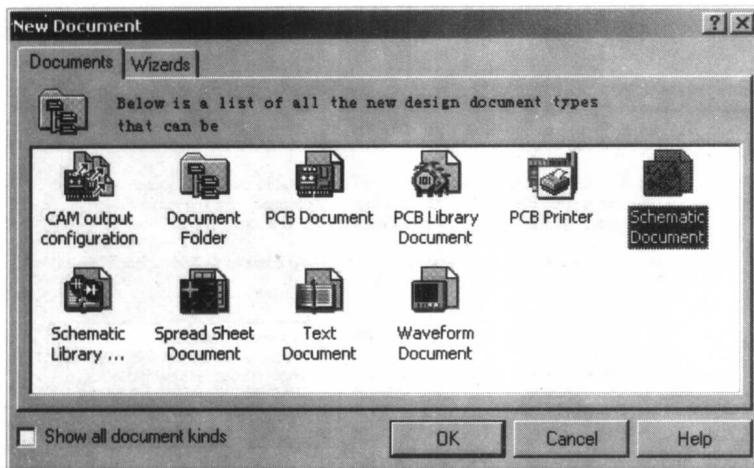

图 1-6 新建文档对话框
(3) 选取 File/New... 打开 New Document 对话框, 如图 1-6 所示, 选取 Schematic Document 建立一个新的原理图文档。